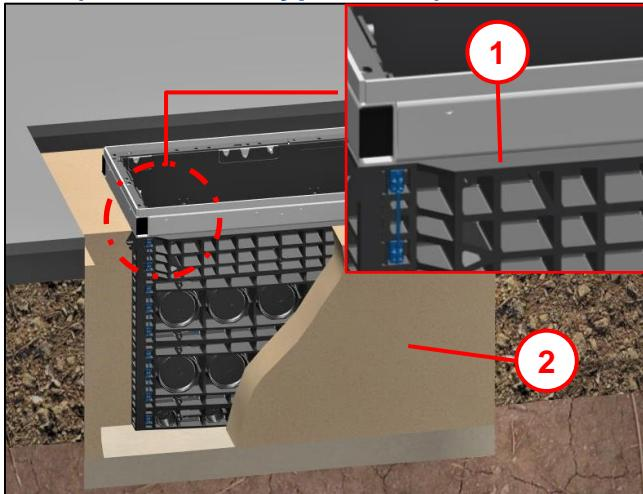

Fig. 30
- Remblayer progressivement l'excavation avec du matériau compactable (3), conformément aux ZTV E-StB 12 (ou ZTV E-StB 09) jusqu'à la **surface d'appui du cadre de tête (2)** (voir également Fig. 30).
- Les broches filetées à six pans creux de 5 du réglage en hauteur (1) sont logées dans les quatre coins.